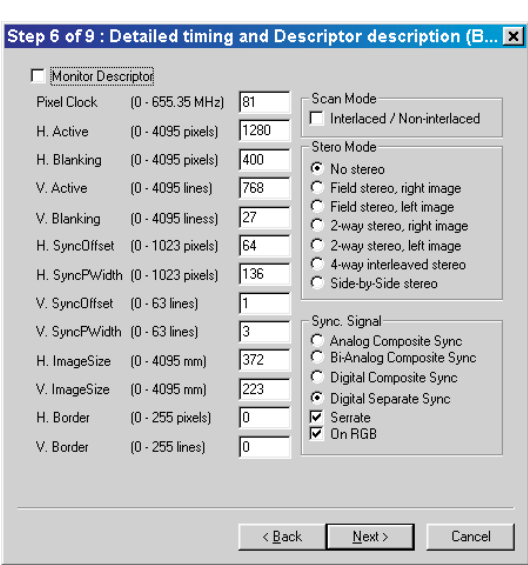

Fig. 23
5. Click **Next** , bring up Fig. 23.